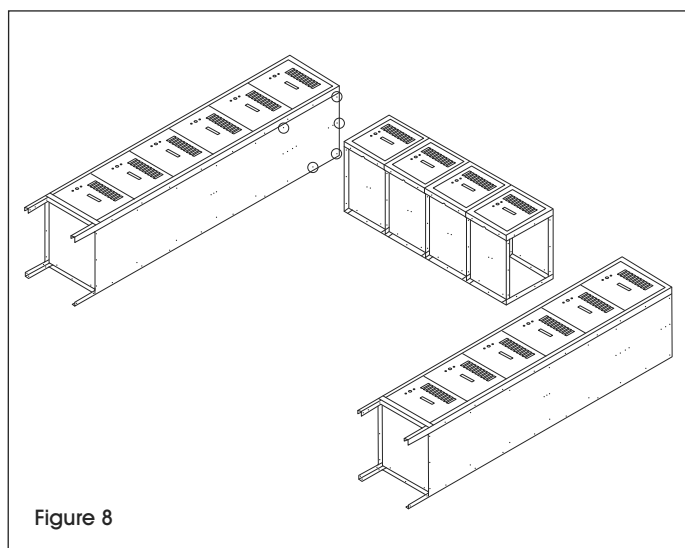

Figure 8
1. À l'aide de boulons, fixez le cadre horizontal aux deux cadres verticaux comme illustré à la Figure 8 (utilisez 5 boulons et écrous de chaque côté). N'utilisez pas le trou central inférieur situé de chaque côté; ils serviront à l'installation de la tringle à manteau. Terminez de fixer le cadre de porte (7) à l'ensemble des unités verticales par l'ajout des boulons supérieurs. Le cadre intérieur partagera les boulons avec l'unité horizontale. (Voir Figure 8)